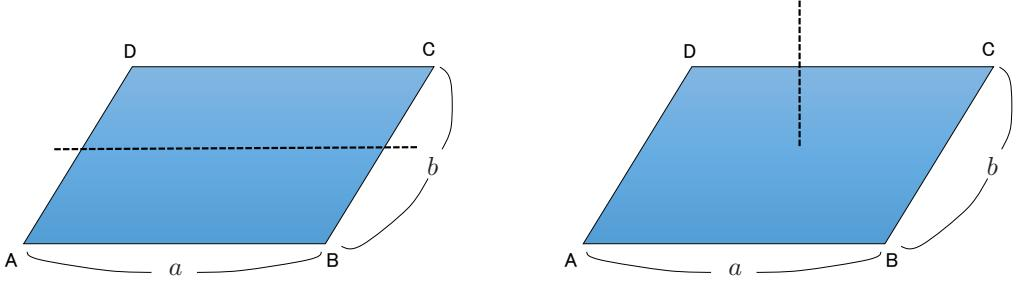

図 10.8: 長方形の慣性モーメント
- (7) 質量 M , 辺の長さが $AB = a$, $AD = b$ であるような薄い長方形 ABCD の板について,
- 板の中心を通り長方形の辺 AB に平行な回転軸に関する慣性モーメント : $I = \frac{1}{12}Mb^2$ (図 10.8 左)
- 板の中心を通り, 板に垂直な回転軸周りの慣性モーメント : $I = \frac{1}{12}M(a^2 + b^2)$ (図 10.8 右)